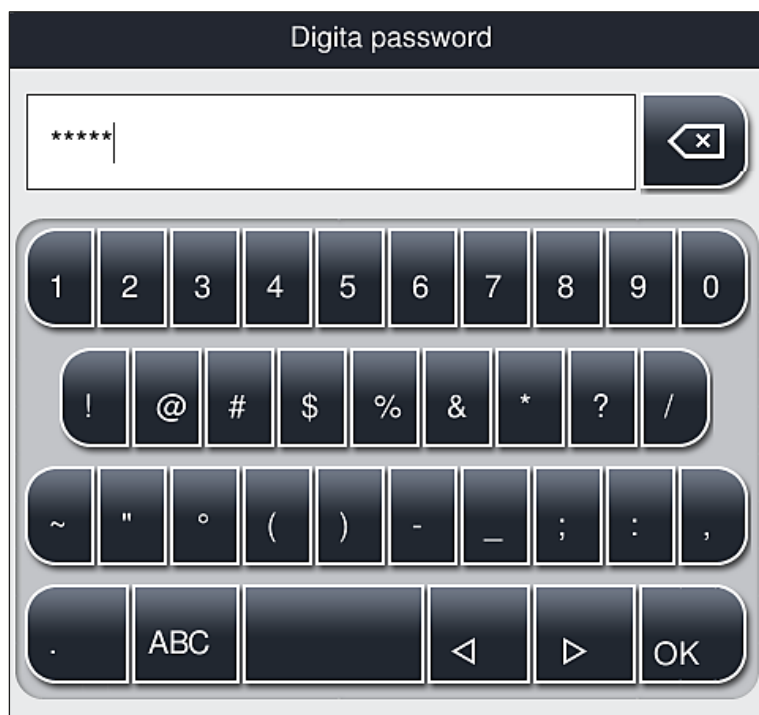

Fig. 25
- 7 Tasto per commutazione a caratteri speciali (→ Fig. 25)
1. Per immettere un carattere speciale o i due puntini (dieresi) ecc., che non sono presenti sulla tastiera dei caratteri speciali (→ Fig. 25), tenere premuto a lungo il corrispondente tasto normale sulla tastiera.